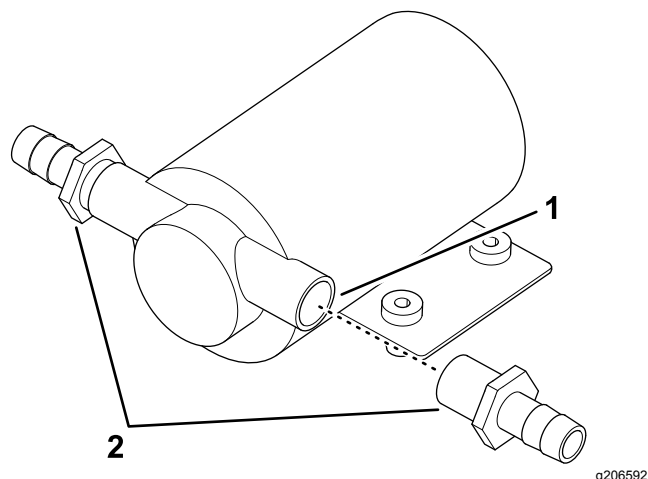

Figura 24
1. Aplique sellador de PTFE a las roscas de los 2 acoplamientos dentados rectos (Figura 24).
2. Instale los 2 acoplamientos dentados rectos en los 2 orificios de la bomba del depósito de enjuague (Figura 24).